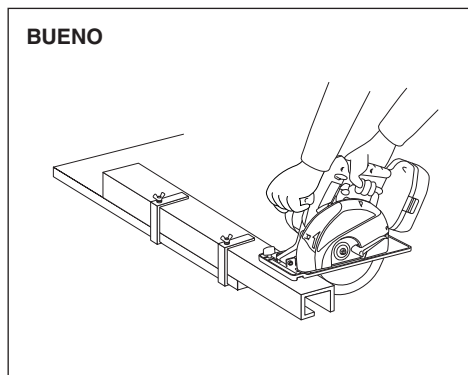
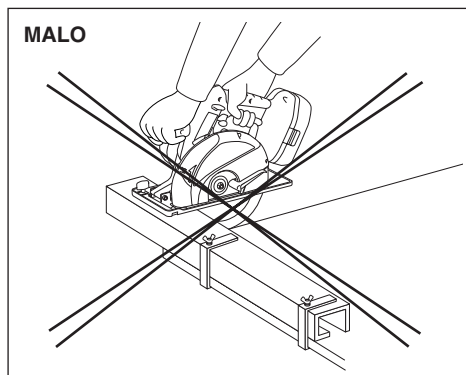

Fig. 10
Fig. 11
1. Coloque la parte más ancha de la zapata en la parte de la pieza de trabajo que está soportada sólidamente (consulte la Fig. 10), nunca en la sección que caiga cuando se haga el corte (consulte la Fig. 11). Sujete firmemente la sierra para evitar perder su control. El trabajar sin cuidado podría causar daños personales serios.